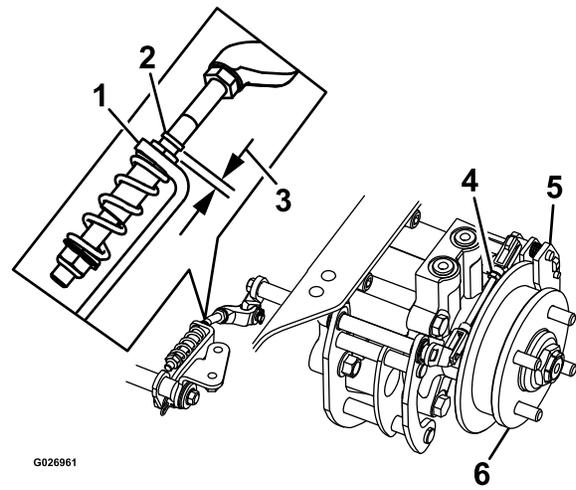

Figura 86
7. Compruebe si hay un espacio visible entre la escuadra y el tope del acoplamiento (Figura 86).